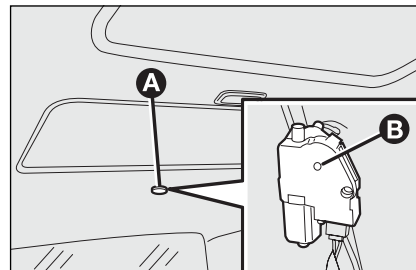

fig. 78
- verwijder de beschermdop **A-fig. 78** aan de achterzijde van de binnenbekleding;